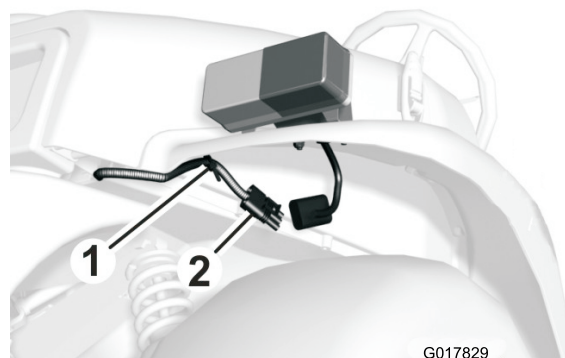

Figura 7
- Fate passare il connettore sotto il parafrangente anteriore e fissatelo alla parte inferiore del parafrangente con il dispositivo di ancoraggio di plastica presente sul cablaggio (Figura 7)